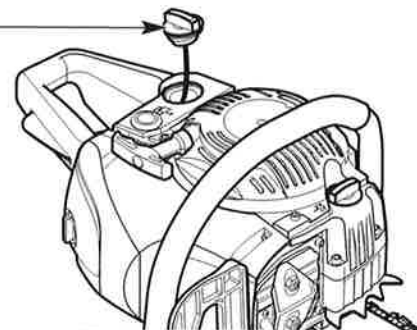

Fig. 2
2. Qúitele la tapa al tanque (Fig. 2).